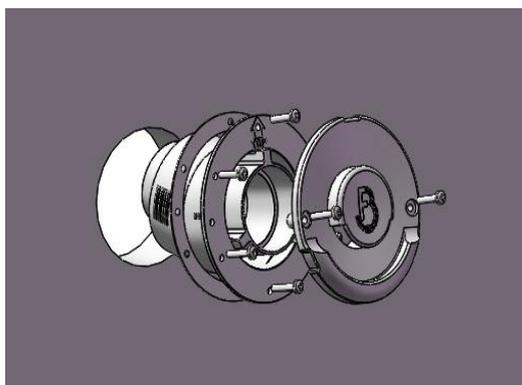
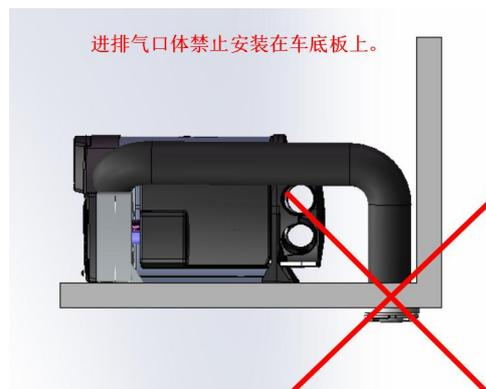

图 9
图 10
3. 进排气口安装在车壁上，禁止安装在车底板上。如图 9、图 10 所示。